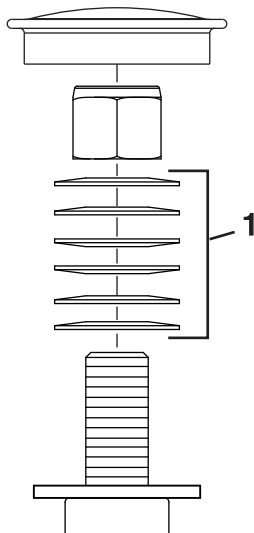

Bild 53
3. Entfernen Sie den Staubdeckel vom Laufrad und ziehen Sie die Sicherungsmutter an (Bild 53).
4. Ziehen Sie die Sicherungsmutter so weit fest, dass die Federscheiben flach liegen und schrauben dann um Viertelumdrehung zurück, um die Lager richtig vorzuspannen (Bild 53).
Wichtig: Achten Sie darauf, dass die Federscheiben richtig eingesetzt sind, siehe Bild 53.
5. Setzen Sie den Staubdeckel auf (Bild 53).